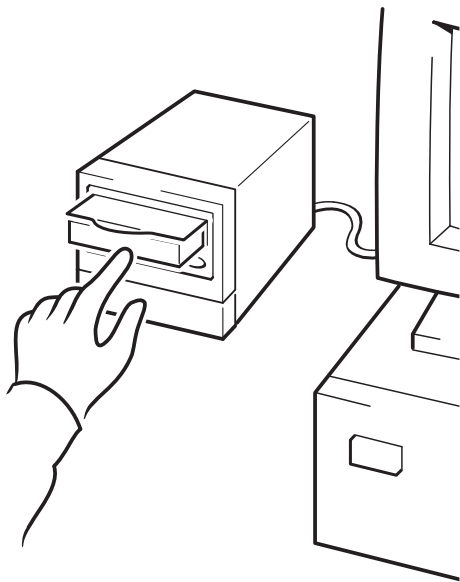

Figura 10a: uso de HP OBDR, paso 1
- 1 Inserte el cartucho de arranque más reciente en la unidad de cinta (véase la figura 10a). El cartucho deberá ser escrito por una aplicación de copia de respaldo que escriba datos en cinta en formato de CD-ROM.